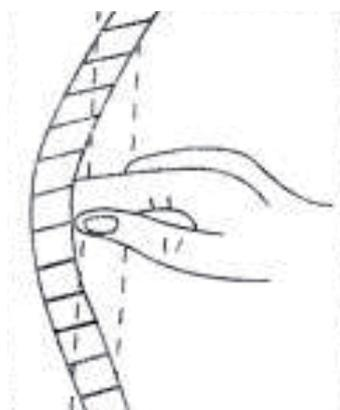

Рис. 5
7. Нажмите на ремень рукой. Если ремень установлен правильно, он должен прогнуться не более чем 12,7 мм (рис.5).